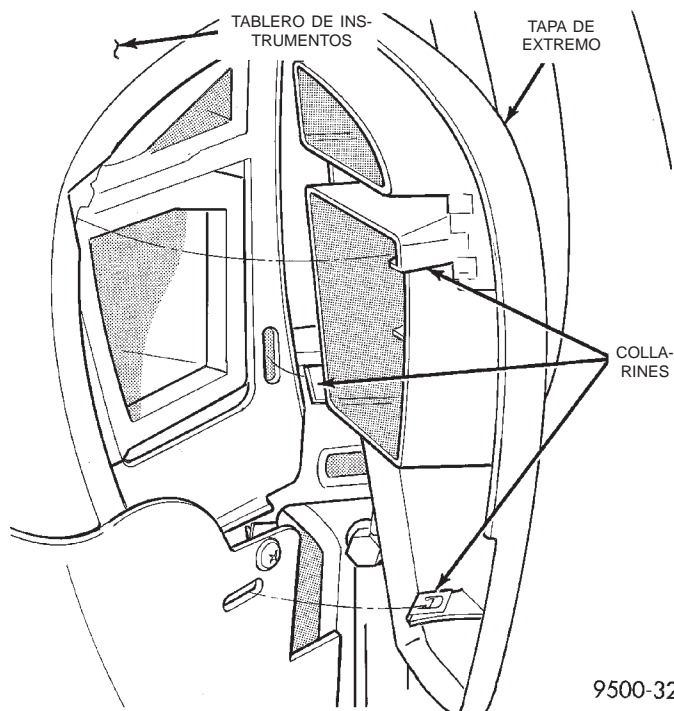

Fig. 42 Tapa de extremo derecho del tablero de instrumentos
(1) Abra la puerta delantera del lado del acompañante.
(2) Desacople los collarines que sujetan la tapa de extremo derecho al tablero de instrumentos (Fig. 42).
(3) Retire la tapa de extremo del tablero de instrumentos y la almohadilla de espuma que cubre la proyección de la entrada del A/A de la cubierta del extremo, si está equipada.